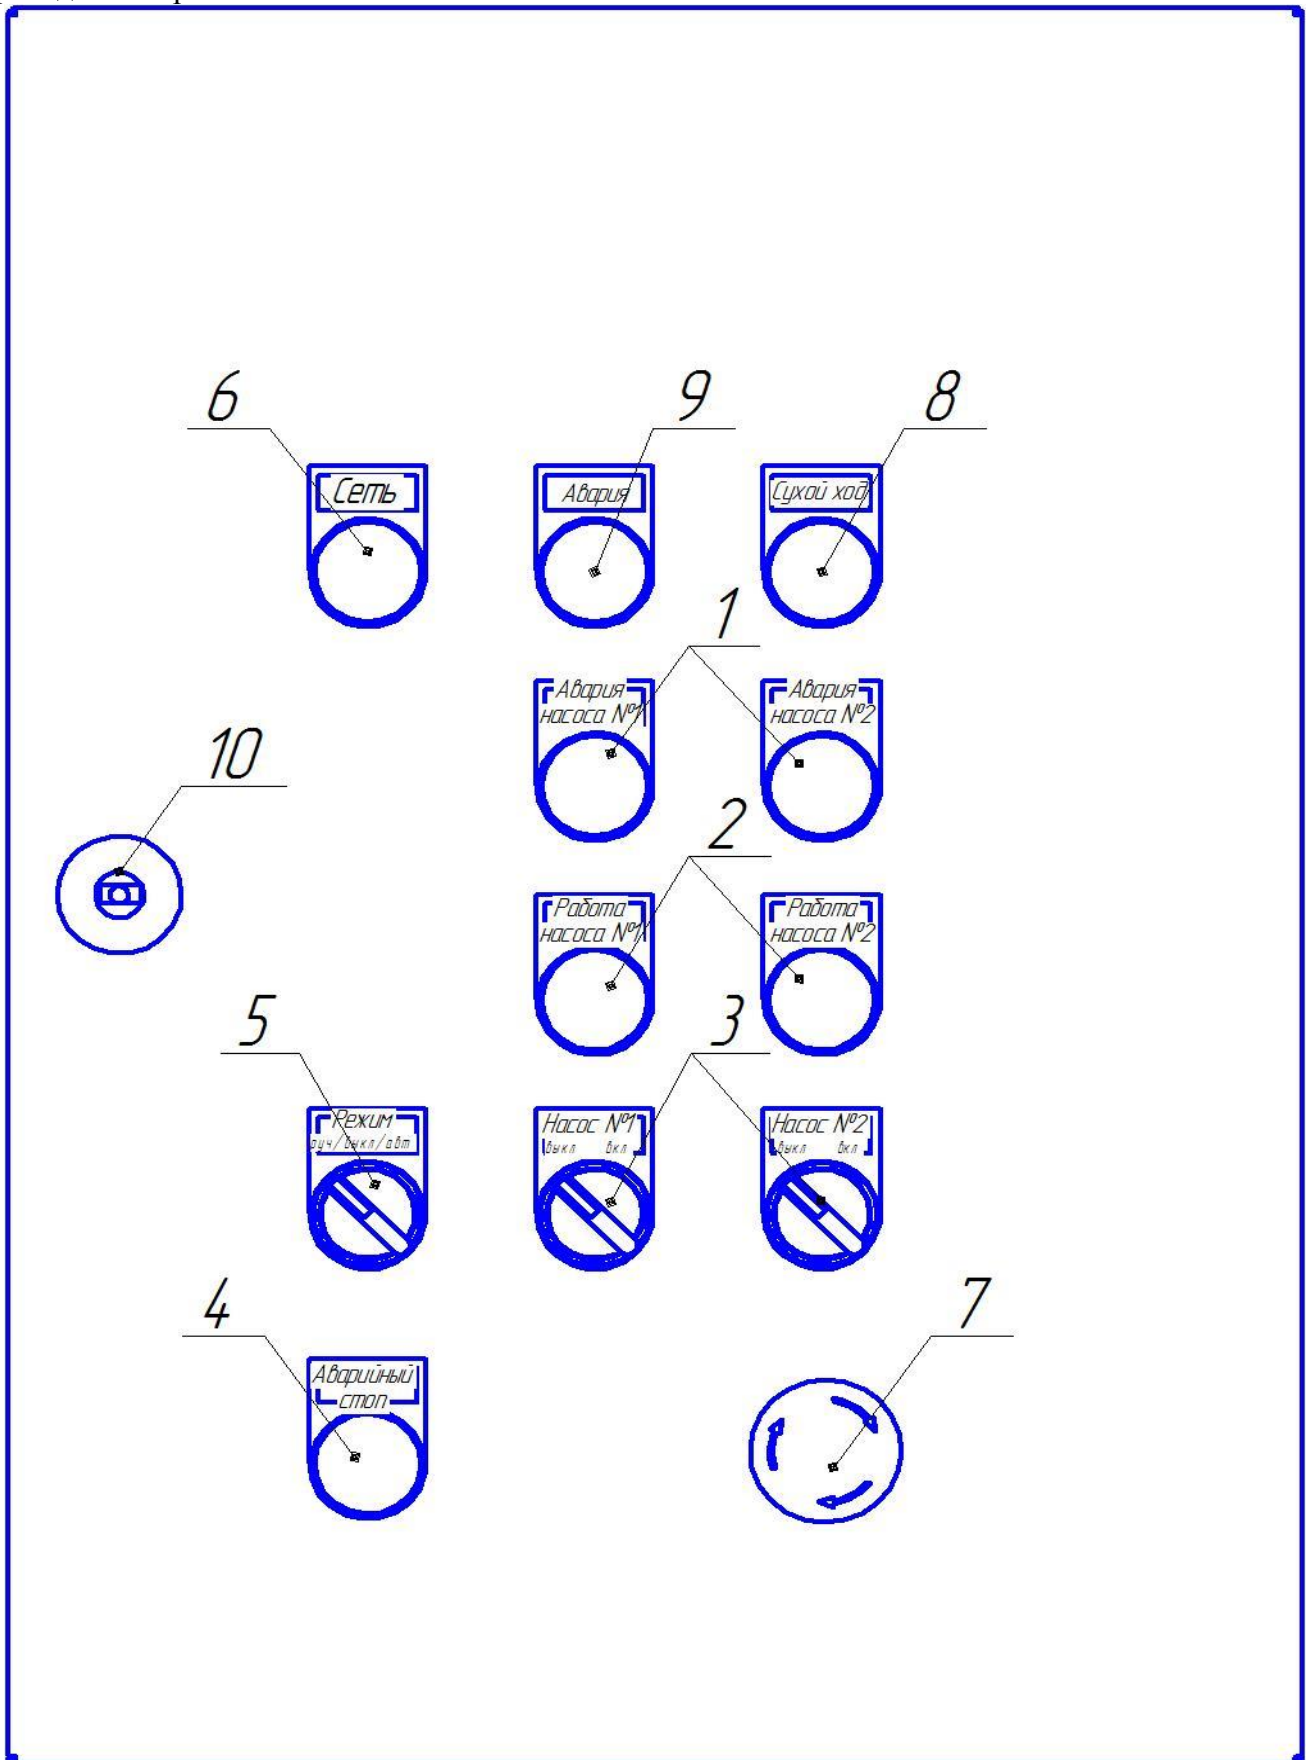

Рис. 2 Органы управления и индикации пульта управления
3.2 Органы управления и индикации на передней панели пульта управления приведены на рис. 2
3.3 Назначение органов управления и индикации передней панели пульта, указанных на рис.2, приведены в таблице 3.
- Установите переключатели насосов «Выкл./Вкл.» (рис.2 поз.3), в положение «Выкл.».
- Установите переключатель «Режим Ручн./Выкл./Автом.» (рис.2 поз. 5) в положение «Выкл.».
- Включите переключатель электропитания станции (рис.2 поз .9) в положение «Вкл.», загорится светодиод «Сеть» (рис.2 поз. 6).
- Проверьте правильность вращения рабочих колес насосов. Переведите переключатель «Режим Ручн./Выкл./Автом.» (рис.2 поз. 5) в положение «Ручн.».
- Запустите насос на 2-3 секунды включением одного из переключателей насосов «Выкл./Вкл.» (рис.2 поз. 3) в положение «Вкл.», и внимательно наблюдая за вращением крыльчатки охлаждения электродвигателя, определить направление вращения рабочего колеса. Рабочее колесо должно вращаться по направлению стрелки, изображенной на корпусе насоса. Аналогично проверьте направление вращения рабочего колеса остальных насосов.
- включить переключатель электропитания станции (рис.2 поз .9) в положение «Вкл.», при этом должен загореться светодиод «Сеть» (рис.2 .поз. 6).
- установить переключатели насосов (основные №1, №2,, в положение «Вкл.».(рис.2 поз.3)
- включить переключатель электропитания станции (рис.2 поз .9) в положение «Вкл.», при этом должен загореться светодиод «Сеть» (рис.2 поз. 6)..
- установить переключатели насосов в положение «Вкл.»(рис.2 поз.3).
- установить переключатели насосов, которые не будут находиться в работе «Выкл./Вкл.» (рис.2 поз. 3), в положение «Выкл.».
- переключатель «Режим Ручн./Выкл./Автом.» (рис.2 поз. 5) установить в положение «Автом..».
- 5.5 При возникновении нештатной ситуации для одновременной остановки всех насосных агрегатов нажать кнопку аварийной остановки (рис.2 поз.7). В нажатом положении кнопка фиксируется и загорается индикатор «Аварийный стоп» (рис.2 поз.4)
ВНИМАНИЕ! Снятие фиксации кнопки аварийной остановки необходимо производить только после выключения электропитания насосной станции или установкой переключателя «Режим Ручн./Выкл./Автом.» в положение «Выкл.»(рис.2 поз.5)
- 5.6 Свечение индикатора «Авария насоса» (рис.2 поз.1) говорит, что электродвигатель данного насоса выведен из работы автоматическим выключателем от перегрузки по току.